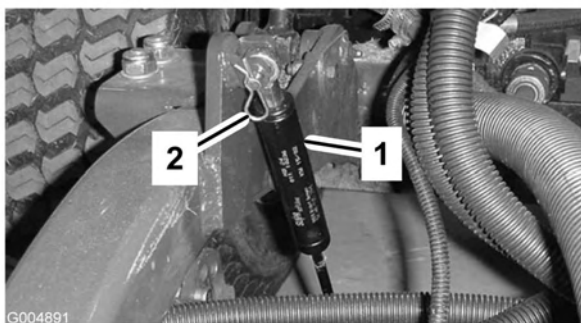

Figura 80
2. Retire o contrapino tipo grampo que fixa os amortecedores aos braços de elevação (Figura 80). Incline o amortecedor em direcção à caixa da plataforma.